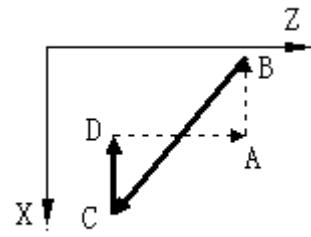

图 4-15-2 错误的编程轮廓，系统报警
- 3) 编程时，必须保证上图中的 ABCD 四个点能够按顺序连成一个四边形或三角形；即 B、C 两点应处在直线 AD 的同一侧；否则报警（图 4-15-2）。当 C、D 两点重合或 A、B 两点重合时构成三角形。但是在个别锥面切削程序中，当终点与起点坐标值均相同时，系统处理为一直线。